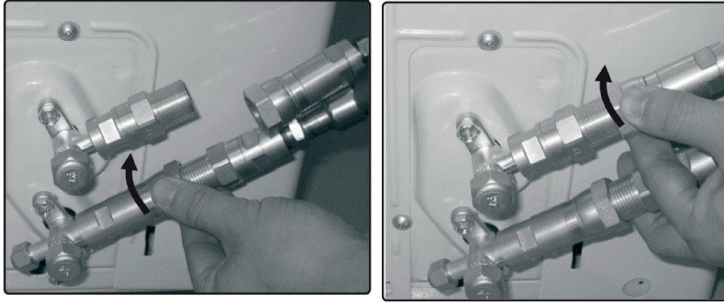

Fig. 6.3
3. Lijn de leidingen met koelmiddel juist uit zodat ze zich op dezelfde hoogte bevinden van de kleppen en niet onder spanning staan. Plaats de schroefkoppeling van de leidingen met koelmiddel juist op de draad van de buitenunit en zet deze eerst enkele omwentelingen met de hand vast, Afb. 6.3.